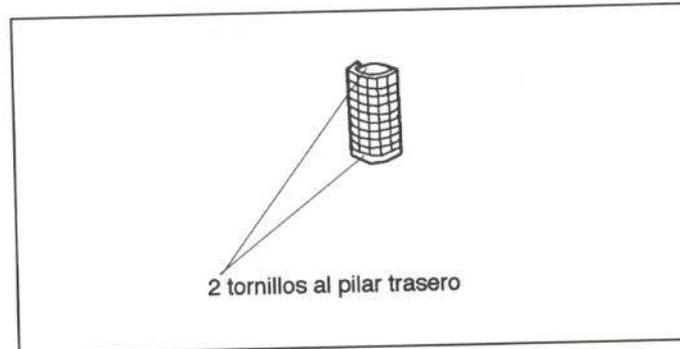

Figura 51.- Unión del piloto trasero
Su unión queda reflejada en la figura 51.
- Piloto trasero (figura 51).